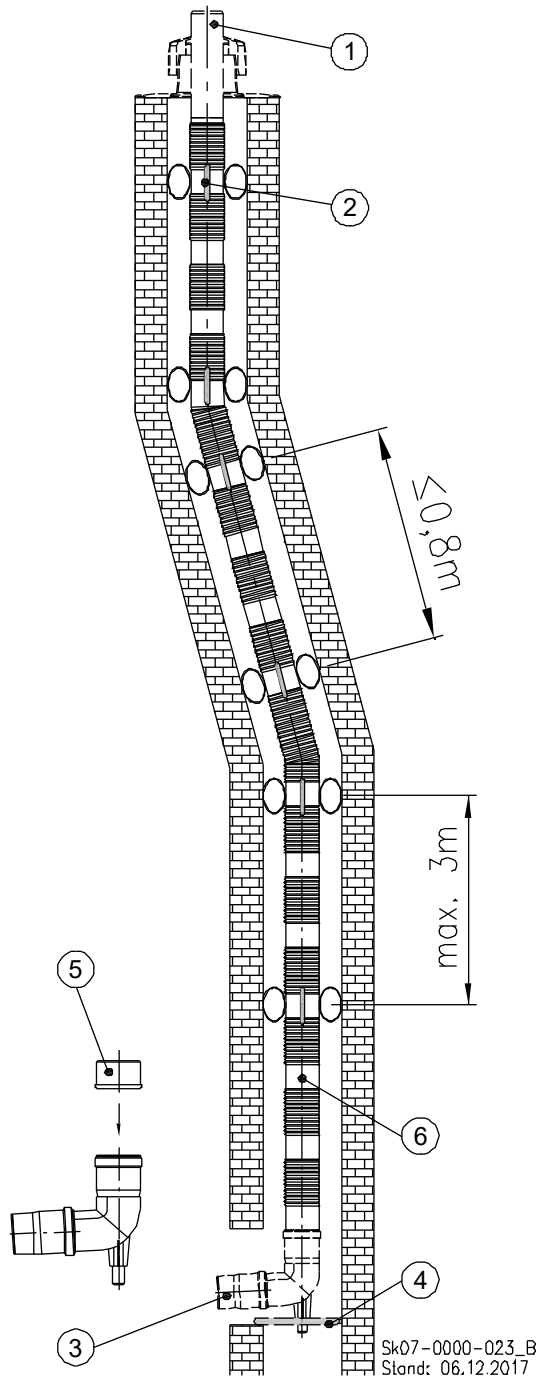
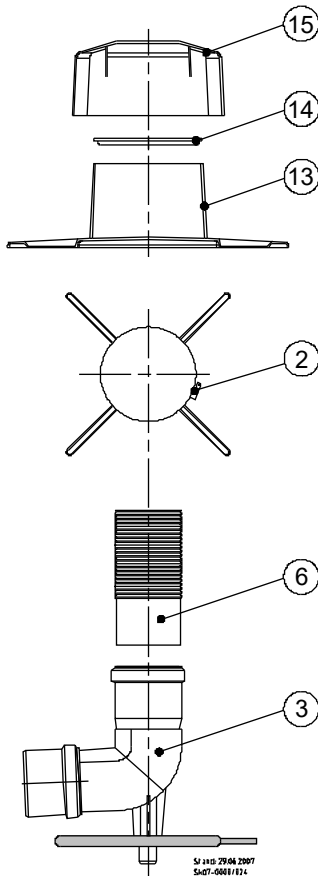

Abb. 45: Kaminsystem, flexibel
Abb. 47: Detail-Zeichnung Befestigung Schachtabdeckung
Legende zu Abb. 45:
- ➔ Säubern und entgraten Sie das Einsteckende des Abgasrohres ⑥ (s. Abb. 45).
- ➔ Reiben Sie das Einsteckende des Abgasrohres ⑥ mit säurefreiem Gleitmittel ein.
- ➔ Stecken Sie das sichtbare glatte Ende des Abgasrohres ⑥ in den auf dem Auflager sitzenden Stützbogen ③.
Legende zu Abb. 47:
②	Abstandhalter
③	Stützbogen mit Auflager
⑥	Flexibles Abgasrohr
⑬	Unterteil der Schachtabdeckung
⑭	Flexrohrklemme
⑮	Abdeckhaube
- ➔ Schieben Sie als erstes das Unterteil der Schachtabdeckung ⑬ (s. Abb. 47) über das Leitungsende Abgasrohr ① (s. Abb. 45).
- ➔ Spreizen Sie die Flexrohrklemme ⑭ auf.
- ➔ Schieben Sie die aufgespreizte Flexrohrklemme über das Leitungsende bis zum Unterteil der Schachtabdeckung ⑬.